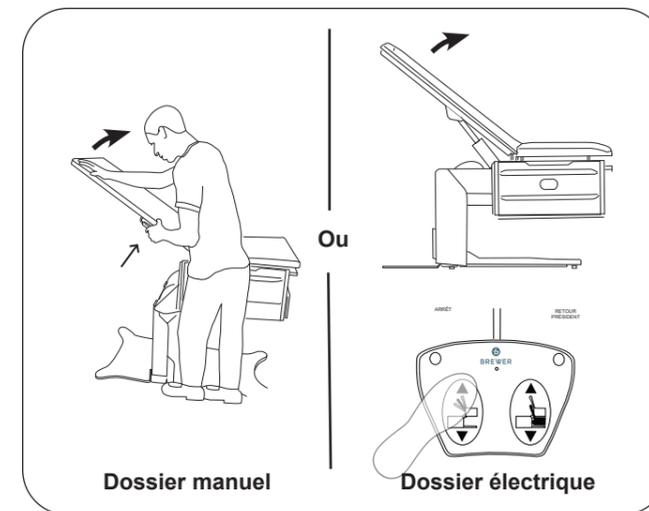

Figure 11. Relever le dossier
- Relevez le dossier jusqu'à sa position complètement relevée (Figure 11).